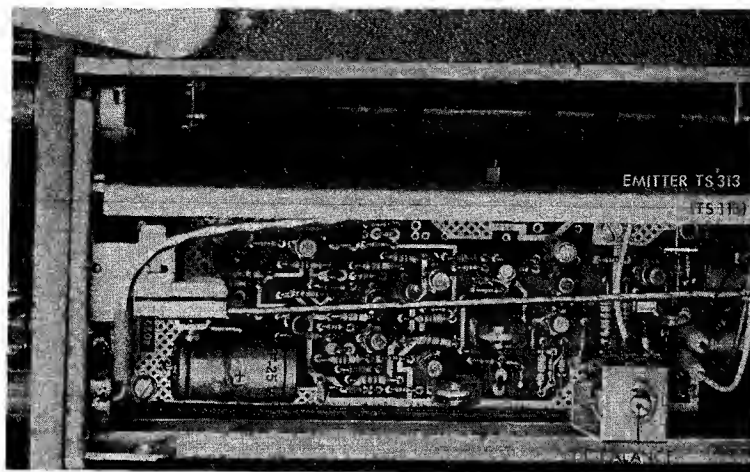

Abb. 3.2.2. Lage des Transistors TS313 (TS113) im Vorverstärker
- Die Spannungen an den Emittern von TS313 (TS113) (Abb. 3.2.2.) mit einem Digital-Multimeter messen. Diese Spannungen müssen $0 \text{ V} \pm 1,0 \text{ mV}$ betragen.